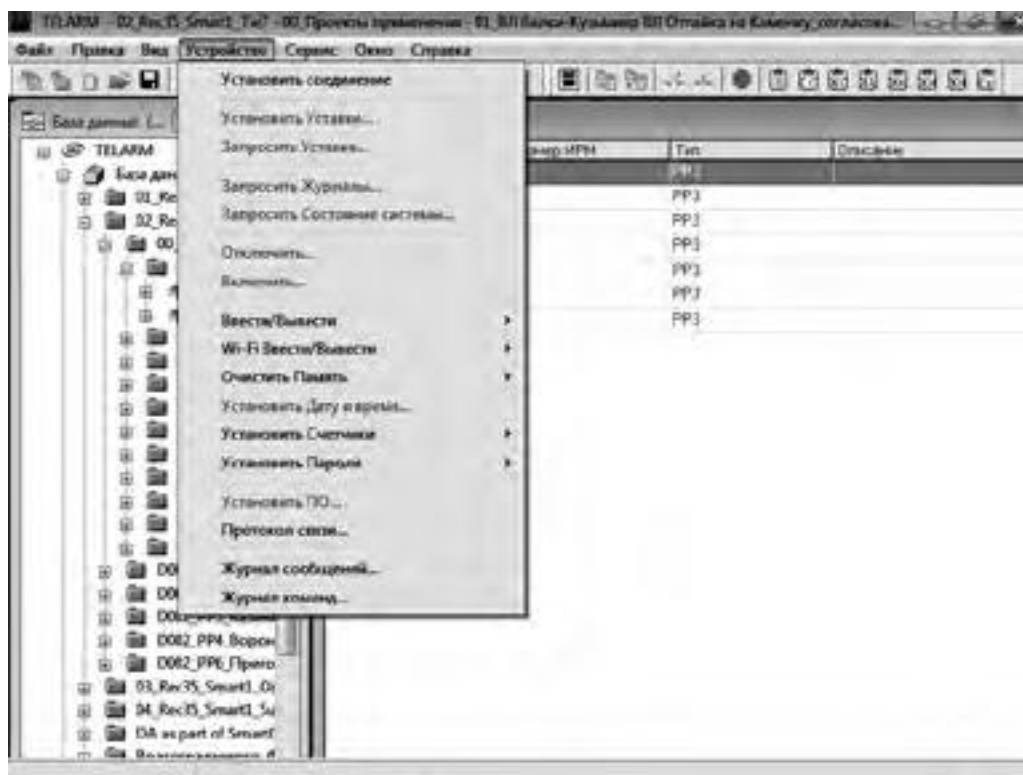

Рис. 4.38. Открытие протокола связи
1. Выполнить команду «Устройство/Протокол связи» (см . Рис. 4.38) .